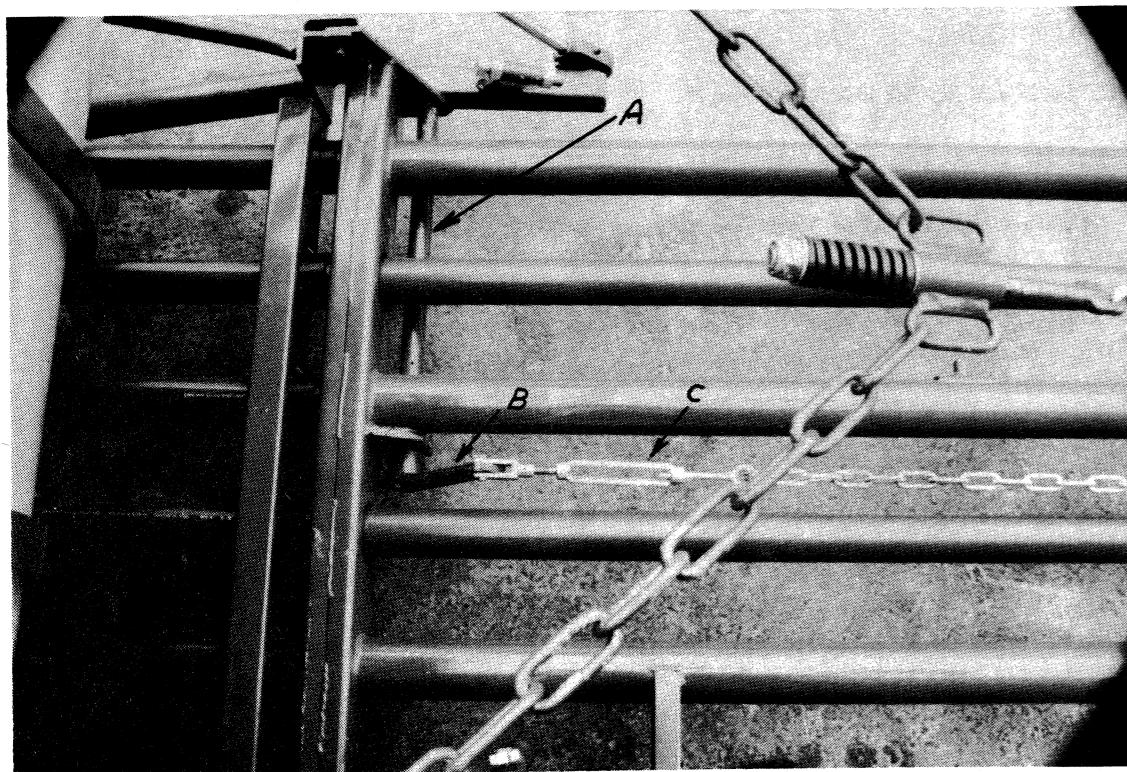

FIG. 1
1. Bomlyftaxeln A träs genom hälen invid bomfästet enligt bild 1.(Obs! höger och vänster). På axelns fria ända monteras svängarmen B, i vilken vantskruven och kedjan är fäst.